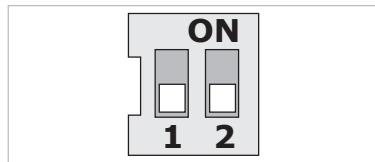

Fig. 22: Comutadores DIP
Los comutadores DIP (Fig. 9, pos. 6/Fig. 22) se encuentra bajo la cubierta de la carcasa.